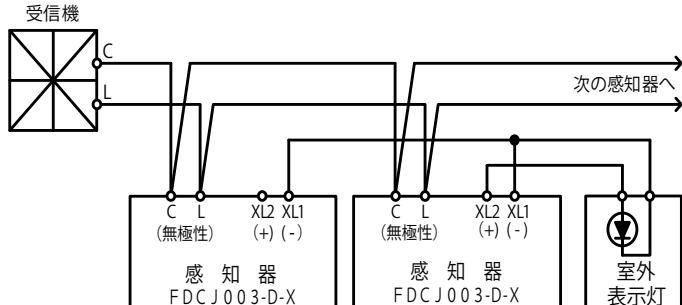

図1 結線図〔室外表示灯を使用する場合〕
- (1) 感知器ベースは露出型を使用してください。
- (2) 本感知器は、感知器の作動に伴い、受信機に信号を送るとともに、室外表示灯を接続することで、室外で感知器の作動を確認することができます。
- (3) 本感知器と受信機間の外線接続および他の室外表示灯との外線接続は図1を参照してください。感知器のXL1(-)、XL2(+)端子は有極性のため、複数の室外表示灯回路付感知器を接続する場合は極性を合わせてください。
- (4) 室外表示灯はFL-L061型シリーズを使用してください。
- (5) 本感知器はアドレス表示機能を有しているので、アドレス設定器(「3. 仕様」を参照)を用いてアドレスを設定してください。1~60までのアドレスを設定できます。